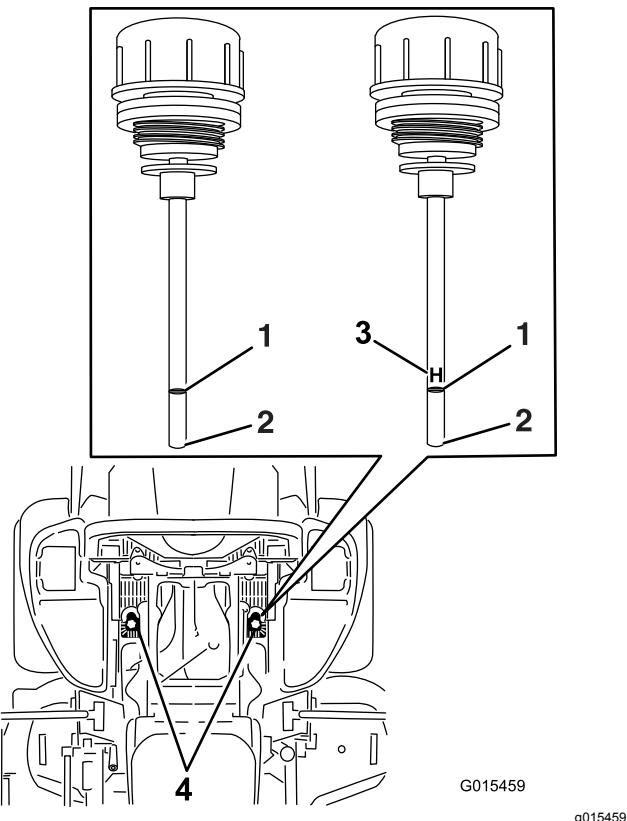

Figure 85
- Nettoyez la surface autour des jauge des réservoirs du système hydraulique (Figure 85).
- Sortez une jauge du réservoir hydraulique (Figure 85).
- Ressortez la jauge et examinez l'extrémité (Figure 85).